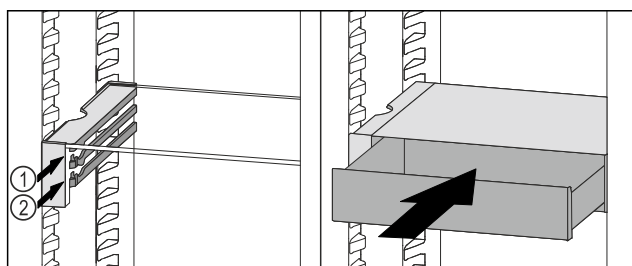

Fig. 101
- ▶ Założyć szufladę VarioSafe za stoperami na wybranych żebrowach Fig. 101 (1) lub Fig. 101 (2).